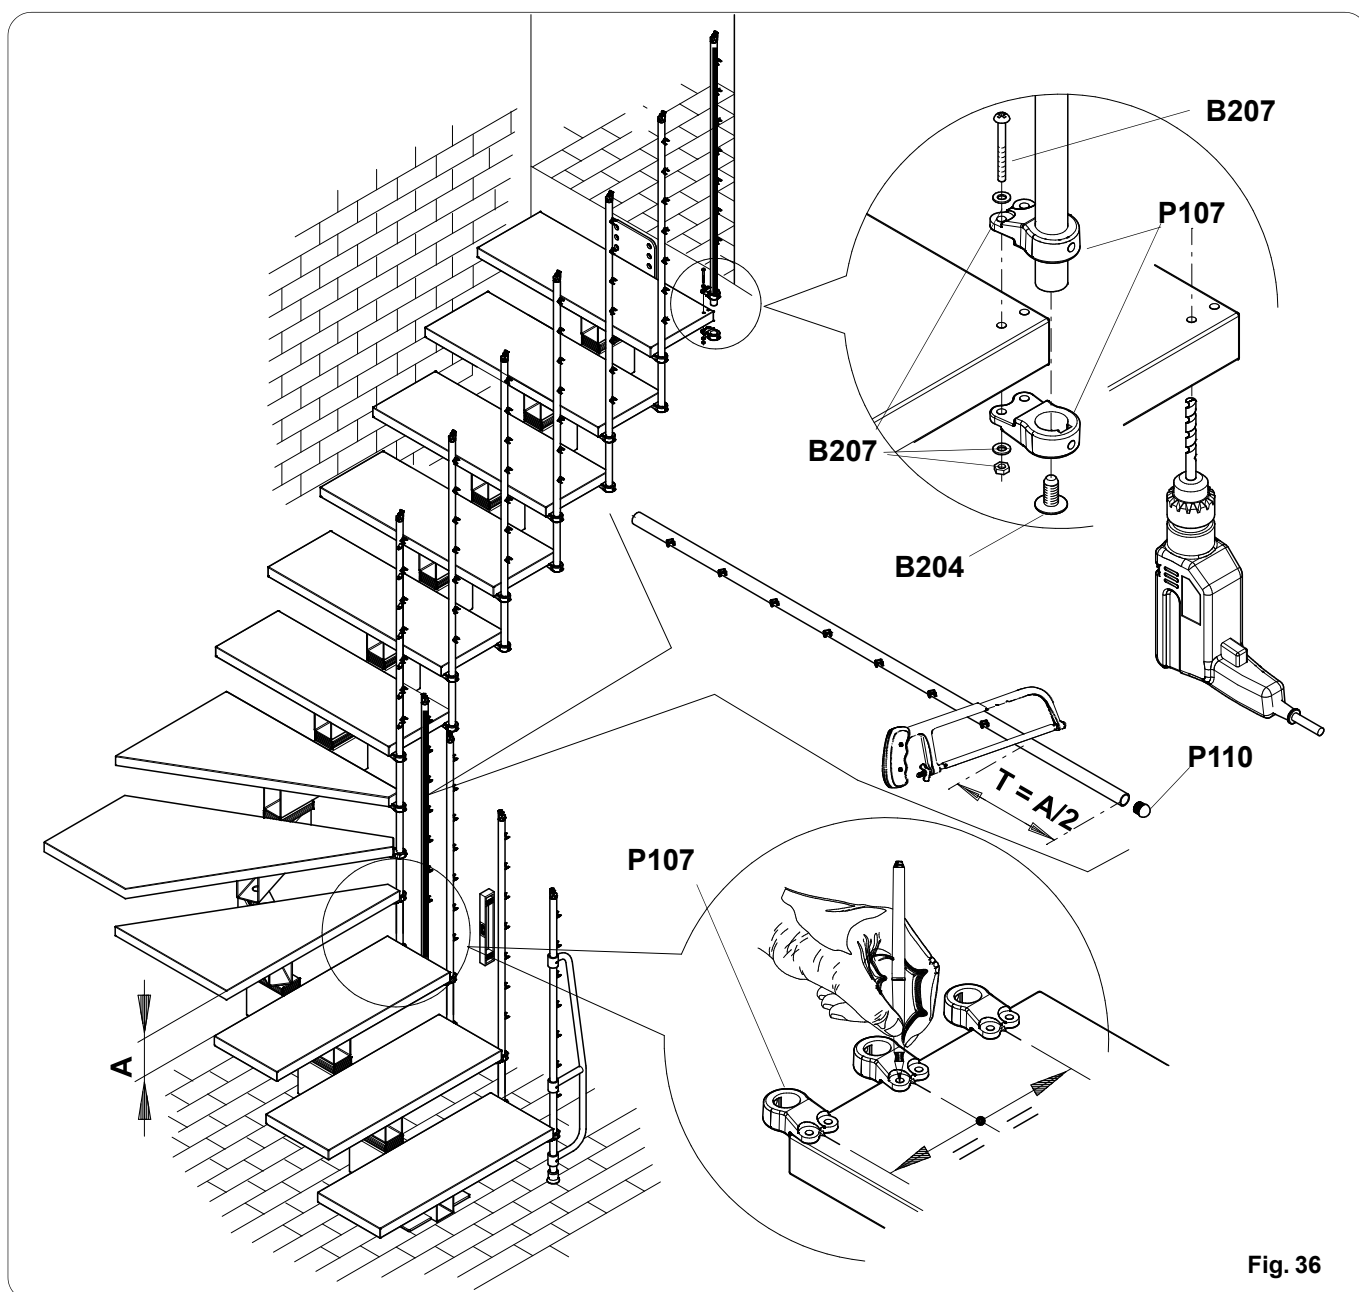

Fig. 36
- Il faut maintenant contrôler que les colonnes montées soient bien positionnées. En vérifier la verticalité, que les supports des câbles soit tournés vers l'extérieur de l'escalier, comme illustré fig. 36.
Marquer entre les deux supports fixés précédemment, la position d'un troisième élément, comme illustré fig. 36. La procédure de montage est la même que celle illustrée précédemment.